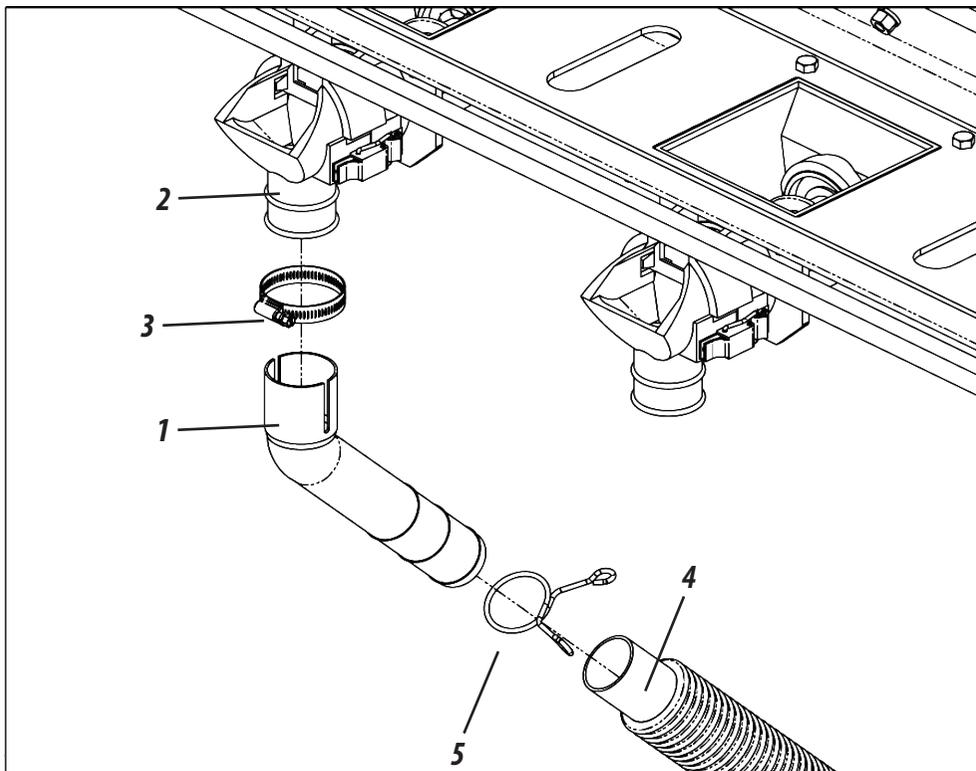

Figura 32
Para conducir el fertilizante del distribuidor hasta el suelo, encaje los picos en grado (1) en las salidas del conductor fertisystem (2) a través de las presillas (3). Luego, coloque las mangas (4) en los picos en grado (1) a través de las presillas (5), **conforme muestra la figura 32.**